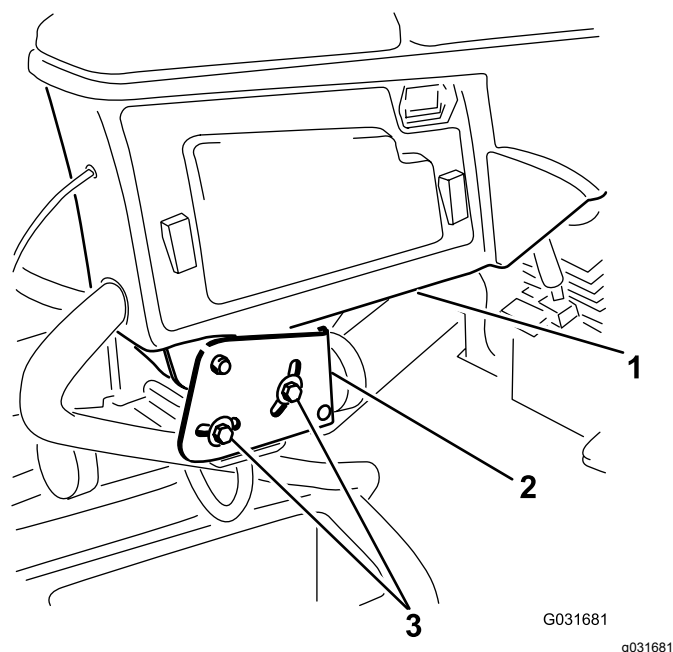

Figura 4
- Afloje los 2 pernos que fijan el brazo de control al soporte de retención (Figura 4).